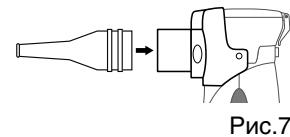
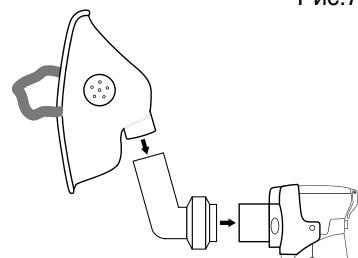

Рис.7
Рис.8
4. Установите мундштук (рис.7) или маску (через переходник для маски)(рис.8).